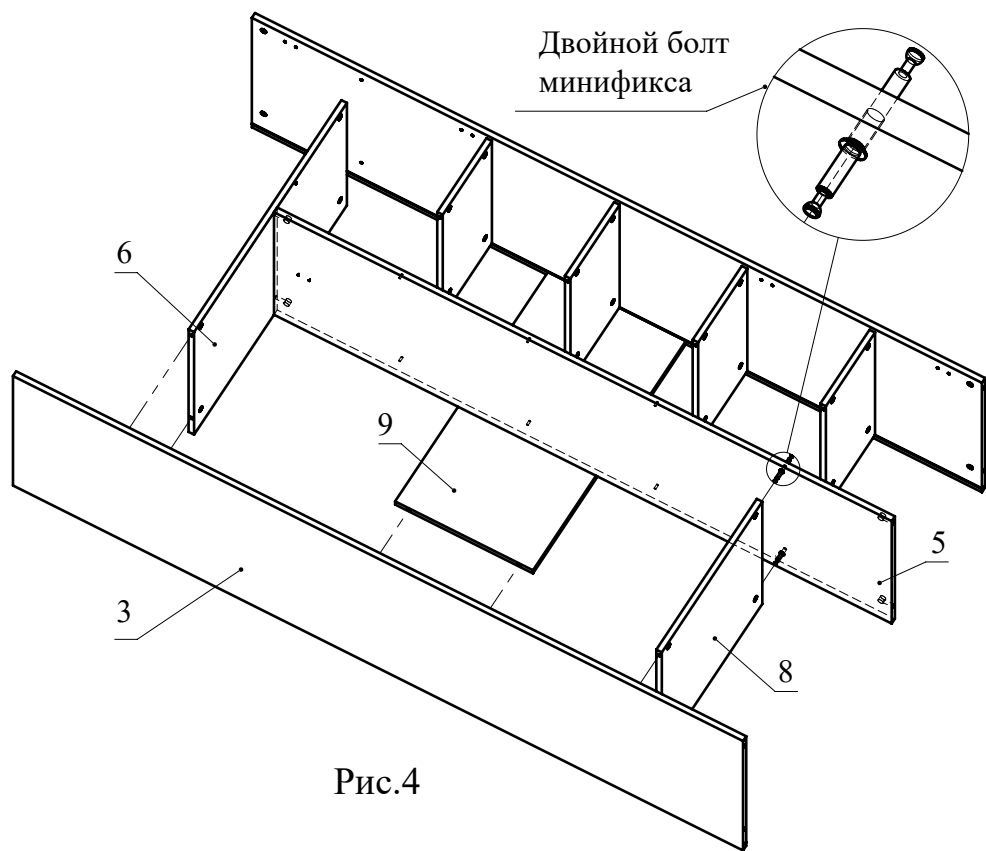

Рис.4
- В плоскостные сквозные отверстия детали 5 установите двойные болты минификсов (Рис. 4). Соберите сборку согласно схемы, затягивая головки минификсов (Рис. 4).